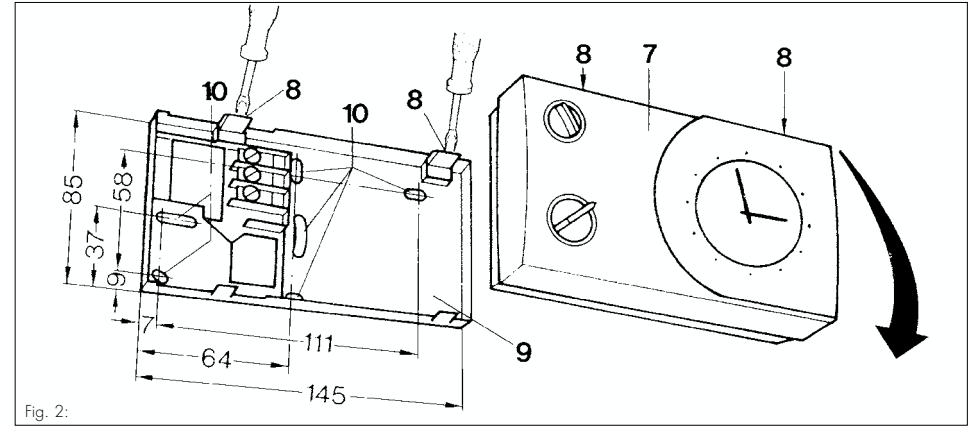

Fig. 2:
- Das Raumtemperaturregler-Oberteil Fig. 2 (7), S. 113 mit einem Schraubendreher in den Haltenocken (8) von der Montageplatte (9) abnehmen.
- Zwei Befestigungsbohrungen mit $\varnothing 6$ mm entsprechend Fig. 2 (10) anbringen und die mitgelieferten Dübel einsetzen.
Hauptschalter des Thermoblocks auf „0“ stellen. Dann sind nach Abnahme der Montageplatte entspr. Fig. 2 auf der Rückseite des Raumtemperaturreglers folgende Umstellungen durch den Fachhandwerksbetrieb möglich:
- Gerät öffnen, siehe Kapitel 10.2 (Fig. 2)
- Tag-Temperaturwähler (1) eingestellt auf z. B. 20 °C festhalten.
Fig. 2 **int**
int Fig. 2